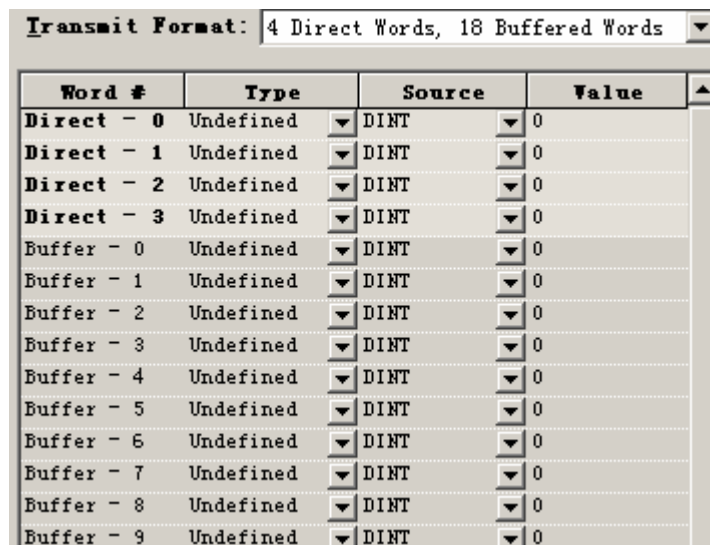

图 6-24 #1 变频器的发送格式
9) 然后我们看到 PowerFlex700S Phase II 变频器为我们配置了 4 个直接连接的字, 18 个缓冲连接的字, 如图 6-24 所示。